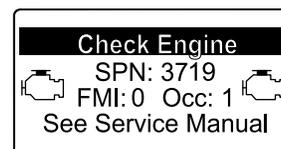

Bild 43
- Wenn eine Wiederherstellung-Regenerierung erforderlich ist, wird im InfoCenter die Motorwarnung SPN 3719, FMI 16 (Bild 43) angezeigt, und der Computer verringert die Motorleistung auf 85 %.